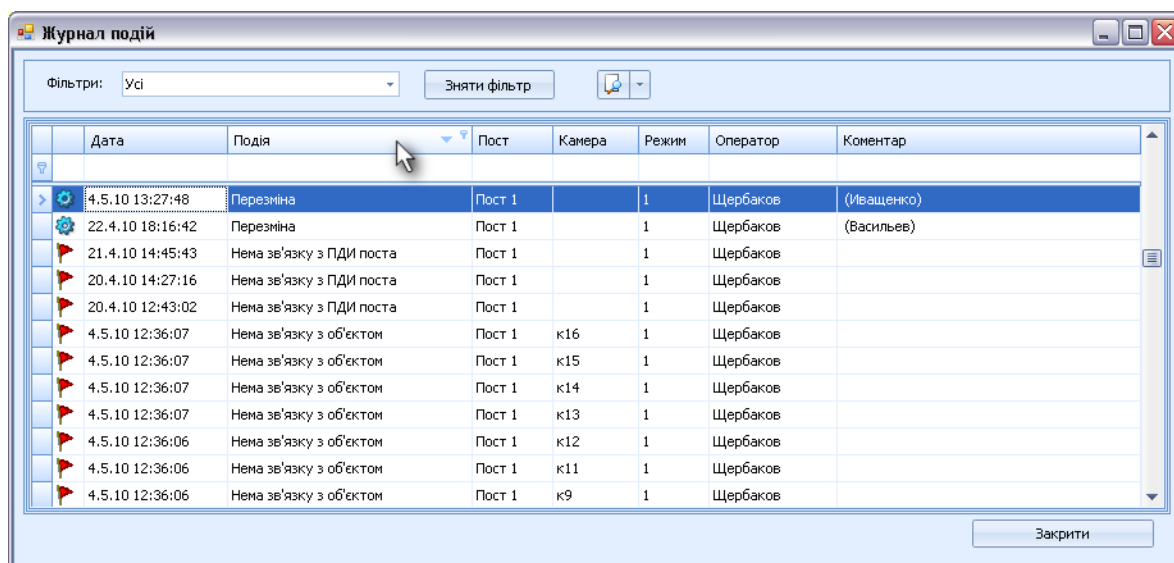

Рисунок 29: Упорядочивання записей журналу по типу события
7.16.1. Журнал событий отображает все события системы, а также действия дежурных офицеров и дежурных инспекторов на постах. Журнал размещен внизу рабочего окна под матрицей объектов, а также открывается отдельным окном по щелчку на пункте меню «Журнал» (рис. 29).